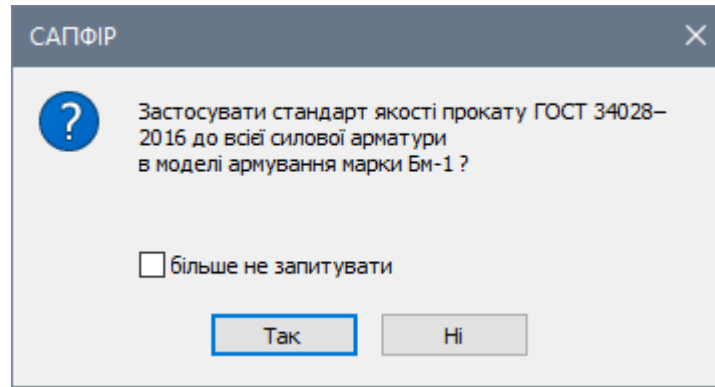

Рис. 27.31. Діалогове вікно САПФІР
- У діалоговому вікні **САПФІР** (рис. 27.31) встановіть прапорець **більше не питати** і натисніть кнопку **Так**.